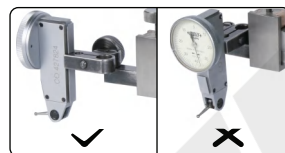

Fig.2
- Installare correttamente il misuratore a leva come mostrato nella Fig.2.